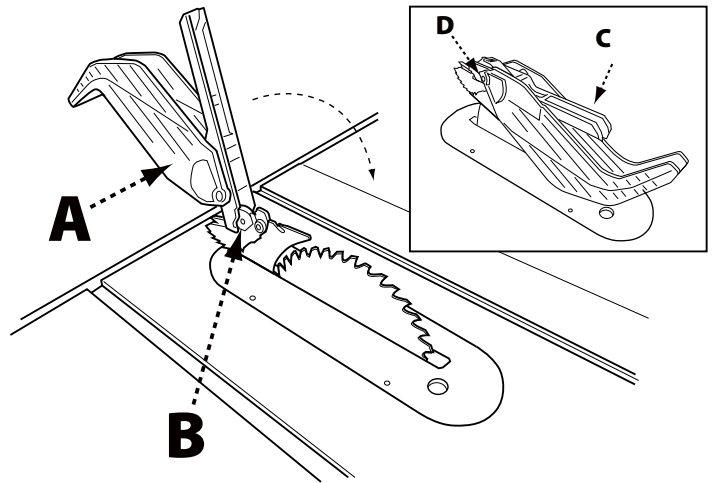

FIGURA 13
1. Al tiempo que sostiene el ensamblado de guarda para hoja (A) en posición vertical, enganche el pasador de posicionamiento (B) situado en la parte posterior del ensamblado de guarda para hoja dentro de la ranura situada en el borde posterior del separador.
2. Gire el ensamblado de guarda para hoja hacia la parte frontal de la sierra hasta que la parte metálica (C) del ensamblado de guarda para hoja esté paralelo con la mesa como se muestra en la Figura 13.
3. Al tiempo que sujeta la parte frontal de la parte metálica de la guarda (C) presione la palanca de bloqueo de la guarda para hoja (D) hacia abajo hasta escuchar un chasquido para trabarla en su lugar. Verifique que la guarda esté enganchada al separador jalando de la misma. Si la guarda no está sujeta, la palanca de bloqueo de la guarda para hoja se levantará a la posición de desbloqueo.
**⚠ ADVERTENCIA:** Si la parte metálica del ensamblado de guarda para hoja (C) no está paralela a la mesa, el separador no está en la posición elevada. Retire el ensamblado de guarda para hoja y los trinquetes anti contragolpe y suba el separador, luego vuelva a instalar los trinquetes anti contragolpe y el ensamblado de guarda para hoja.